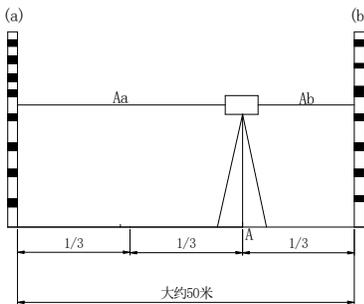

图1
- 1.如图 1 所示，将仪器安置三脚架上，并使脚架位于相距约 50 米的两根水准之间的 A 处，A、B 两点将两水准尺间的距离分成三个等分；